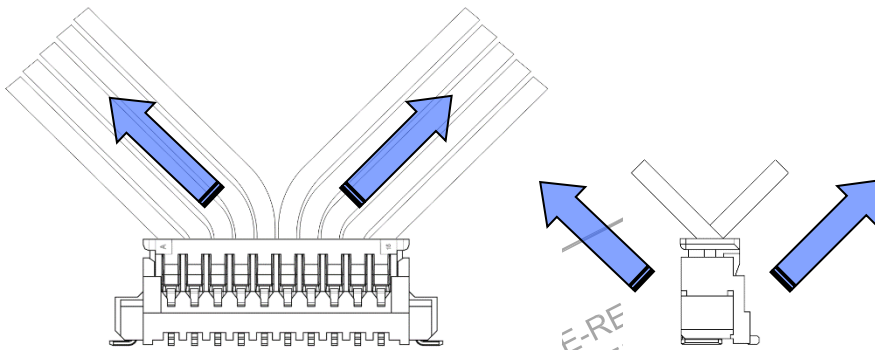

Fig. 10-6 2方向以上での電線引き回し状態
- ※嵌合後、機器内での電線の引き回しの際、2方向以上での引き回しは避けてください。(Fig. 10-6)